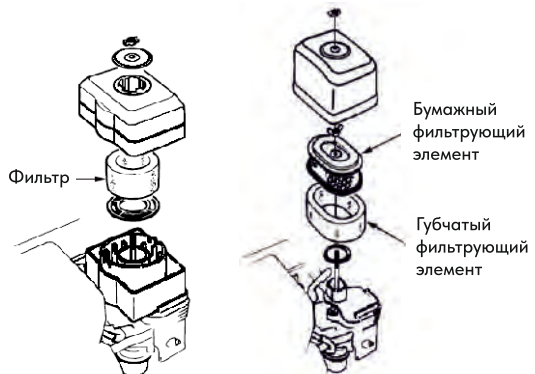

Рис. 21
1. Снимите крышку воздушного фильтра (Рис. 21).